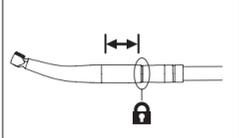

図 2
- 2 取り付け後はハンドピースを押し引きして接続されていることを確認します（図 2）。